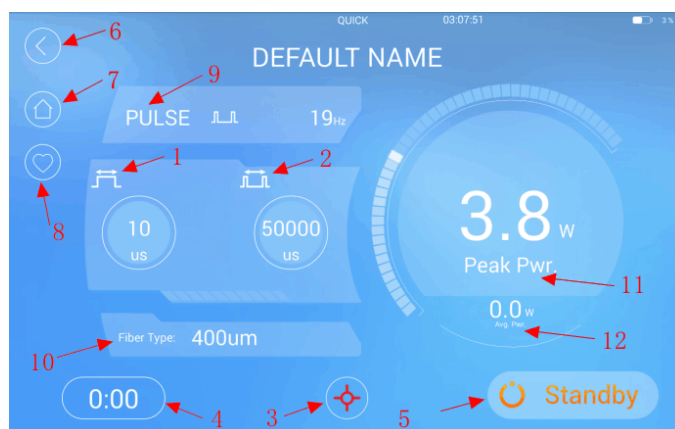

Рис.3. Интерфейс выбора индивидуальных протоколов
- 3) Нажмите «Customize» (Настроить), затем войдите в интерфейс индивидуального протокола, после чего сможете установить новый протокол. (Рис. 3)
- 5) В интерфейсе лечения (Рис. 3) пользователи могут изменять мощность для лечения, частоту импульсов, выбор длины волны и другие параметры для каждого этапа лечения в соответствии с фактическими потребностями. (Рис. 5)